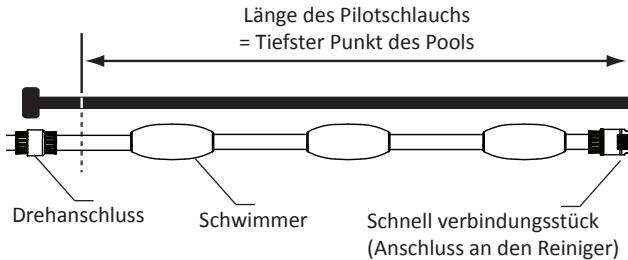

Abbildung 9. Bemessung des Pilotschlauchs
2. Beträgt die Tiefe des Pools weniger als 3 m, entfernen Sie den weichen, hellgrauen mit Abschnitt 1 gekennzeichneten Pilotschlauch vom Drehanschluss. Kürzen Sie den Pilotschlauch so, dass die Länge dem tiefsten Teil des Pools entspricht. **Siehe Abbildung 9.**